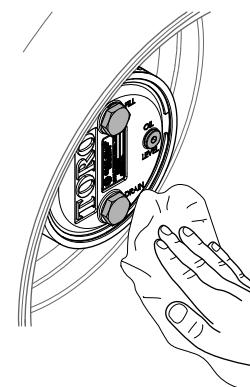

Figura 77
3. Pulite l'alloggiamento degli ingranaggi planetari e la scatola del freno (Figura 77).